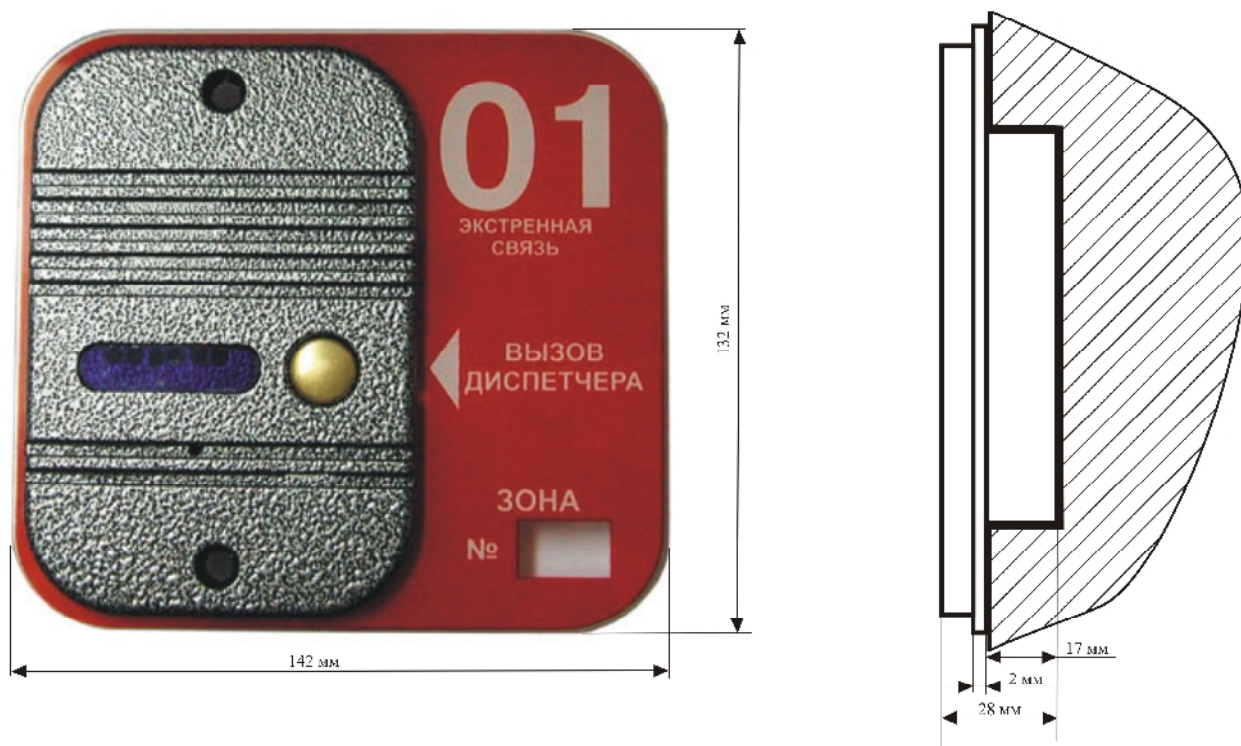

Рисунок 3 - Внешний вид Вызывной панели «Тромбон - ВП».
6.1 сделать выработку в поверхности стены по размерам врезной части корпуса переговорного устройства (см. рис. 3).